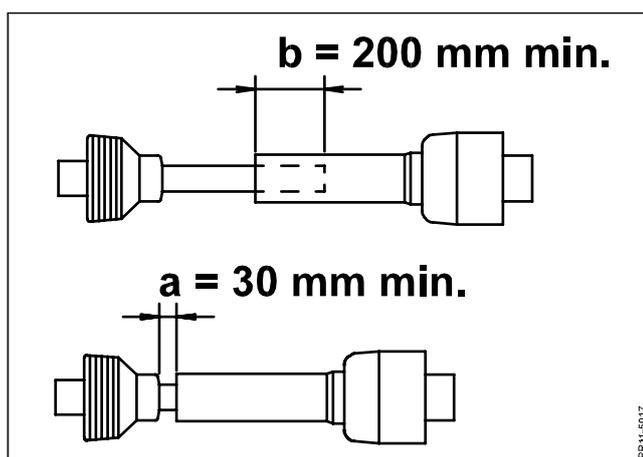

Fig. 2-9
- Fig. 2-9** Die Gelenkwelle in der Länge so anpassen, dass:
**WICHTIG:** Die angegebenen Werte für Überlappung auf den Röhren der Gelenkwelle sind unbedingt einzuhalten, wie auf Fig. 2-9 gezeigt.
- 2) Die Wellenenden parallel einander gegenüber halten und zwecks Kürzung kennzeichnen (30 mm Sicherheitsabstand). Siehe übrigens Fig. 2-9.